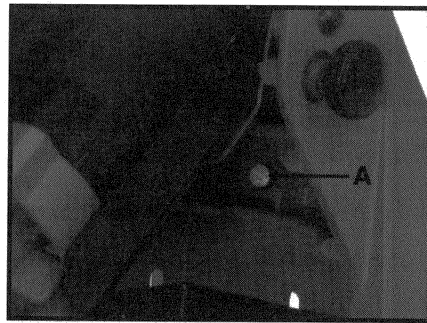

Fig. 5A
**TOME NOTA:** La distancia entre el extremo de la pieza en elaboración y la ranura (bolsillo) cortada viene de la fábrica con una medida de 3/4". Esta distancia puede variarse al ajustar el tornillo de tope del motor (A) Fig. 5A.